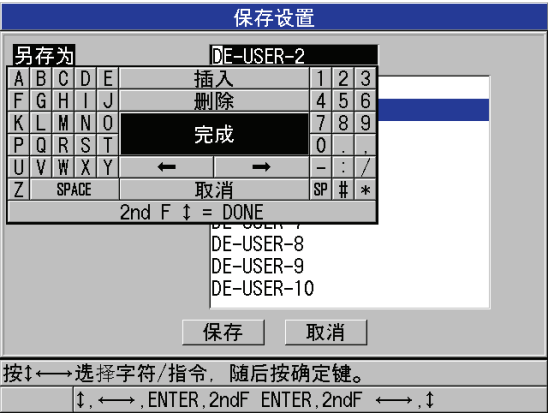

图 12-6 保存设置
b) 在保存设置屏幕中，输入所需的自定义设置名称（参见第 193 页的图 12-6）。